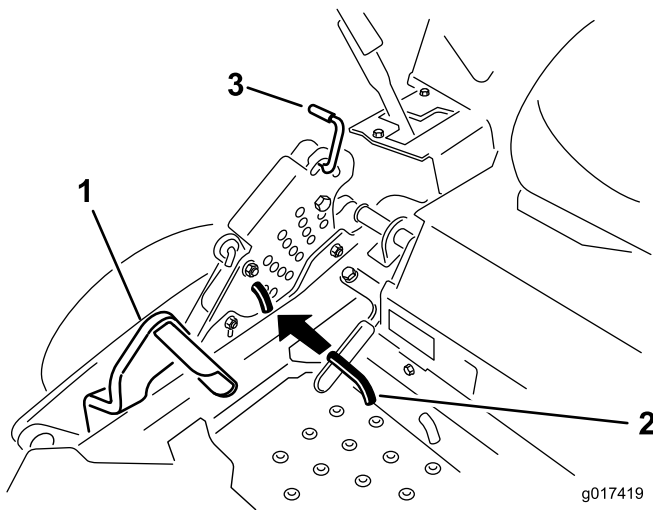

Bild 71
5. Drücken Sie das Mähwerkhubpedal ganz nach vorne; das Mähwerk rastet in der 14-cm-Transportstellung ein (Bild 71).